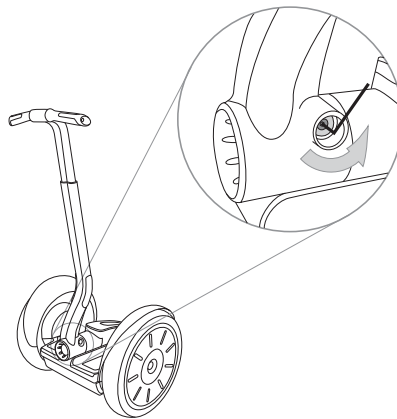

Abbildung 28. Lösen der Befestigungsschraube für den LeanSteer-Rahmen
2. Drehen Sie mithilfe des 5-mm-Inbusschlüssels die Befestigungsschraube des LeanSteer-Rahmen heraus (siehe **Abbildung 28**).